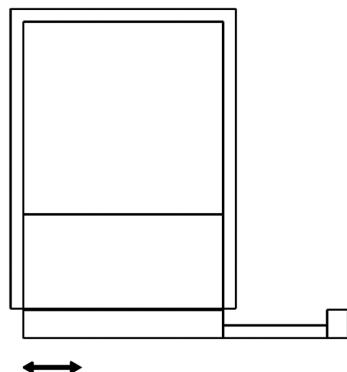

Рис.5
- полностью выдвинуть переднюю панель (Рис. 5), установить угольные фильтры внутри корпуса вытяжки и закрепить на входных решетках моторов,